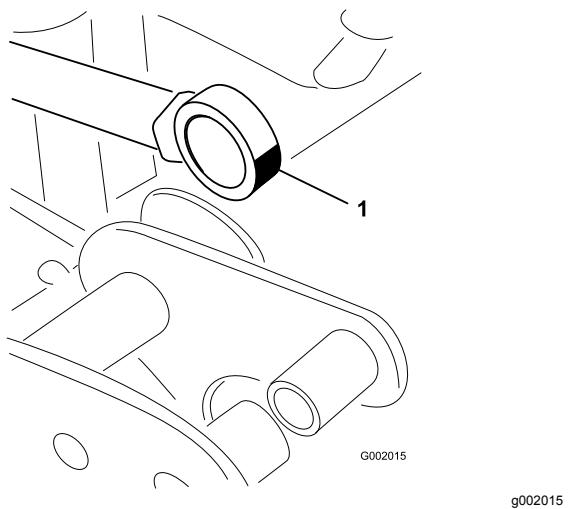

**Figura 64**
2. Retire o contrapino do pino de articulação (Figura 64).
3. Eleve a rampa e retire o pino e lentamente baixe a rampa para o solo (Figura 64).
7. Enquanto segura na rampa, insira o pino através tanto da articulação da rampa como da barra do acionador (Figura 64).